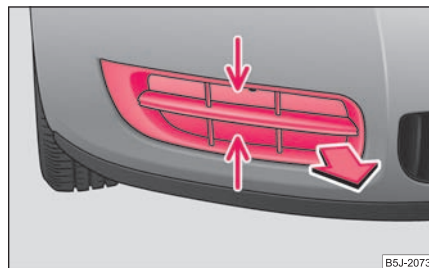

Abb. 200 Vordere Stoßfänger: Schutzgitter
- Greifen Sie das Gitter an den mit Pfeilen gekennzeichneten Stellen an und nehmen Sie es heraus ⇒ Abb. 200.